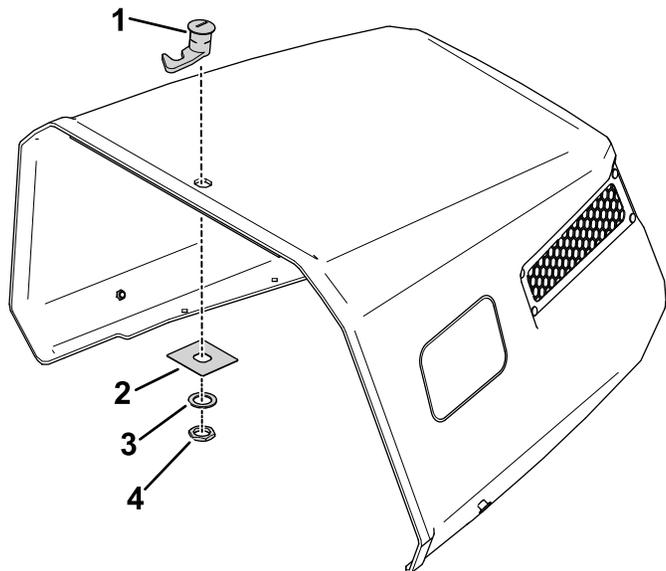

Bild 52
3. Verwenden Sie die Kontermutter der Verriegelung, das Distanzstück und die Riegelplatte, um die Verriegelung an der Haube zu befestigen (Bild 52).